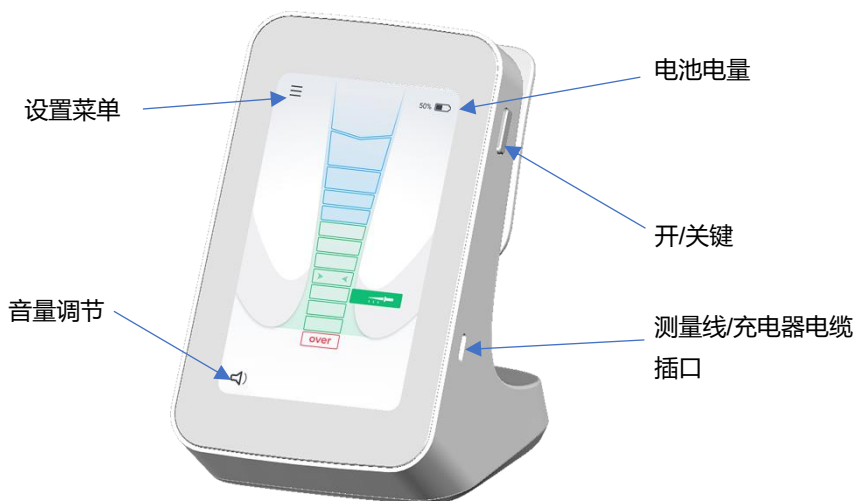

图 1 前视图
3. 将充电器电缆连接至位于设备右侧的 **X-Smart® Apex Locator** USB-C 接口。详见图 1。